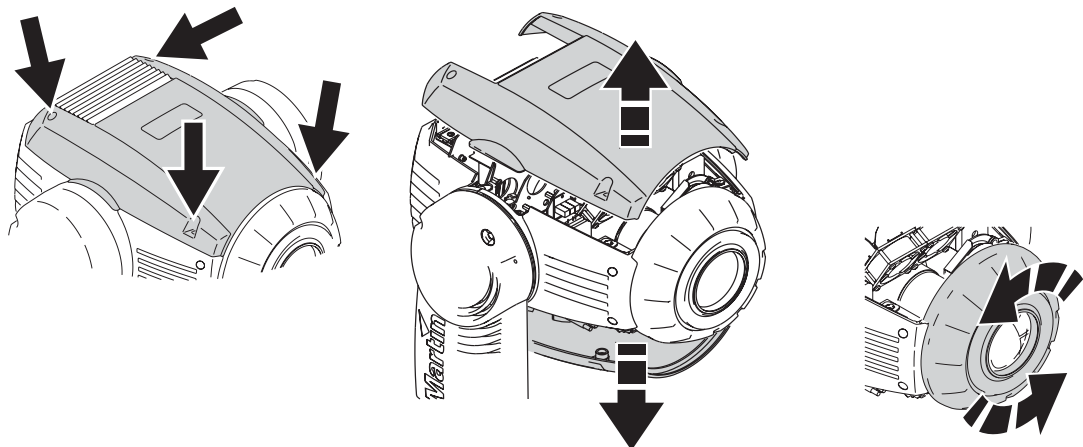

Bild 15: Entfernen der Kopfabdeckungen und der Frontlinse
3. Entfernen Sie die Frontlinse durch eine viertel Drehung gegen den Uhrzeigersinn (Bild 15).